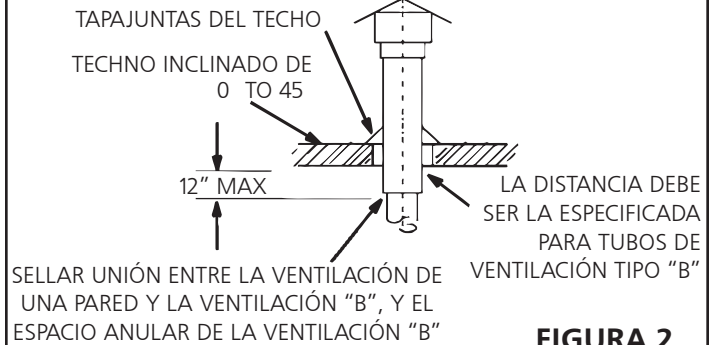

FIGURA 2
1. **Estados Unidos:** Los calefactores HSU deben usarse con chimeneas aprobadas por NFPA o ANSI, ventilaciones de gas tipo B-1 aprobadas por U.L., tuberías metálicas de una sola pared o con un sistema de revestimiento de chimenea para ventilación de gas cuando corresponda, así como con las modificaciones y limitaciones enumeradas en la **figura 2**. Selle los materiales de ventilación de una sola pared de acuerdo con la sección **A - Recomendaciones generales y requisitos**.
8. Cuando la terminación pase por una pared exterior combustible, hay que sujetar la ventilación utilizando un guardacabo con la separación indicada. Selle la conexión entre los conductos de una sola pared y de doble pared, y el espacio anular del conducto de doble pared como se muestra en la figura 2. El borde interno de la T de la terminación de ventilación debe estar a por lo menos 12" de la pared exterior, como se muestra en la **figura 3**.